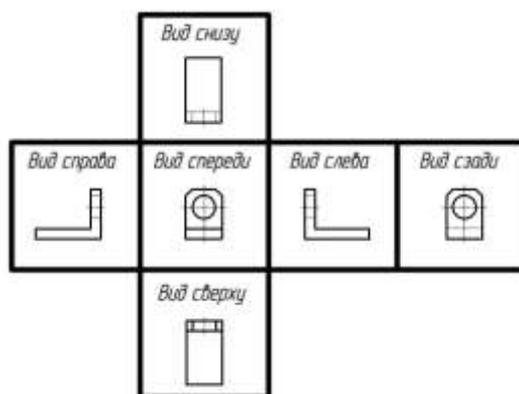

Рис. 14 Основные виды
**Видом** называется изображение обращенной к наблюдателю видимой поверхности предмета. Основные виды получаем в результате проецирования предмета на шесть плоскостей проекций (рис. 14).